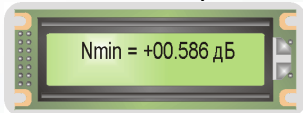

Рис. 5.2. Вид ЖКИ БУК при вводе значения порогового ослабления
5.4. Ввести пароль «67294», при этом на ЖКИ откроется окно для ввода значения $N_{пор}$, при этом мигающий курсор указывает разряд числа, который редактируется при очередном нажатии цифровой кнопки (рис. 5.2).